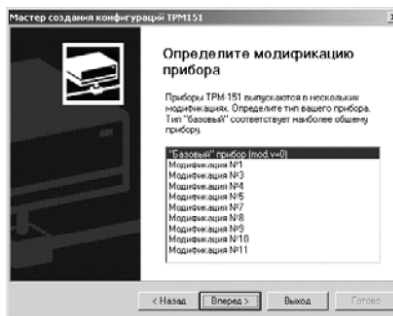
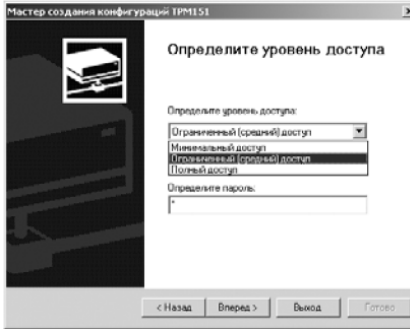

Рисунок 10.2
Рисунок 10.3
- 3) **Нажмите кнопку [Вперед>].** Программа попытается считать модификацию из прибора. **Если модификация успешно считана**, на экране сразу появится окно с приглашением выбрать уровень доступа (см. рисунок 10.3). **Если модификацию считать не удастся**, появится соответствующее сообщение. Нажмите «ОК» - открывается окно с приглашением выбрать модификацию прибора из списка (рисунок 10.2). Выберите модификацию Вашего прибора («Модификация № 8»). Нажмите кнопку [Вперед>] – откроется окно с приглашением выбрать уровень доступа (рисунок 10.3). Переходите к п. 4.